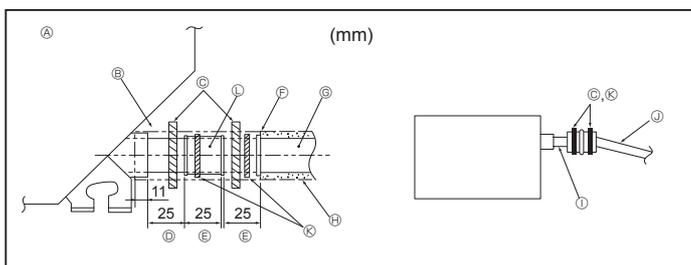

Fig. 3-2
- ① Tube en PVC, O.D. 38 pour la mise en place groupée des tuyaux. (isolant de 9 mm ou plus)
- ② Jusqu'à 85 cm
1. Raccorder la prise d'écoulement (fourni avec l'appareil) au port de drainage. (Fig. 3-2) (Apposer le tube à l'aide de ruban adhésif en PVC puis le fixer avec une sangle.)